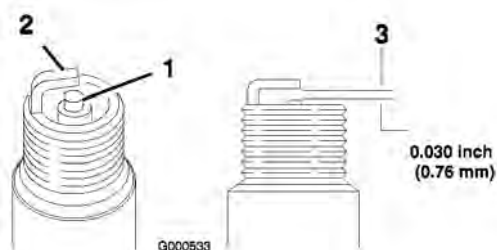

Figure 50
1. Examinez le centre des bougies (Figure 50).
2. Contrôlez l'écartement entre les électrodes centrale et latérale (Figure 50) et pliez l'électrode latérale si l'écartement est incorrect.